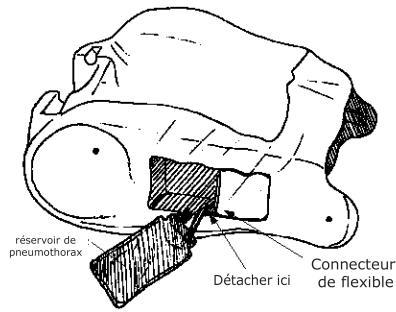

Fig. 3
2. Enlevez le coussinet pneumatique sur le côté du torse (Fig.3) et débranchez le flexible de réservoir du connecteur de flexible